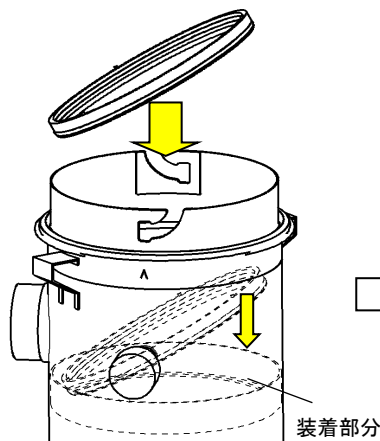

図 6-1. ホルダ Assy 交換
- ① 古いホルダ Assy を取り外します。
- ② 新しいホルダ Assy を斜めにしてケースに入れ、装着部分に取付けします。（図 6-1）